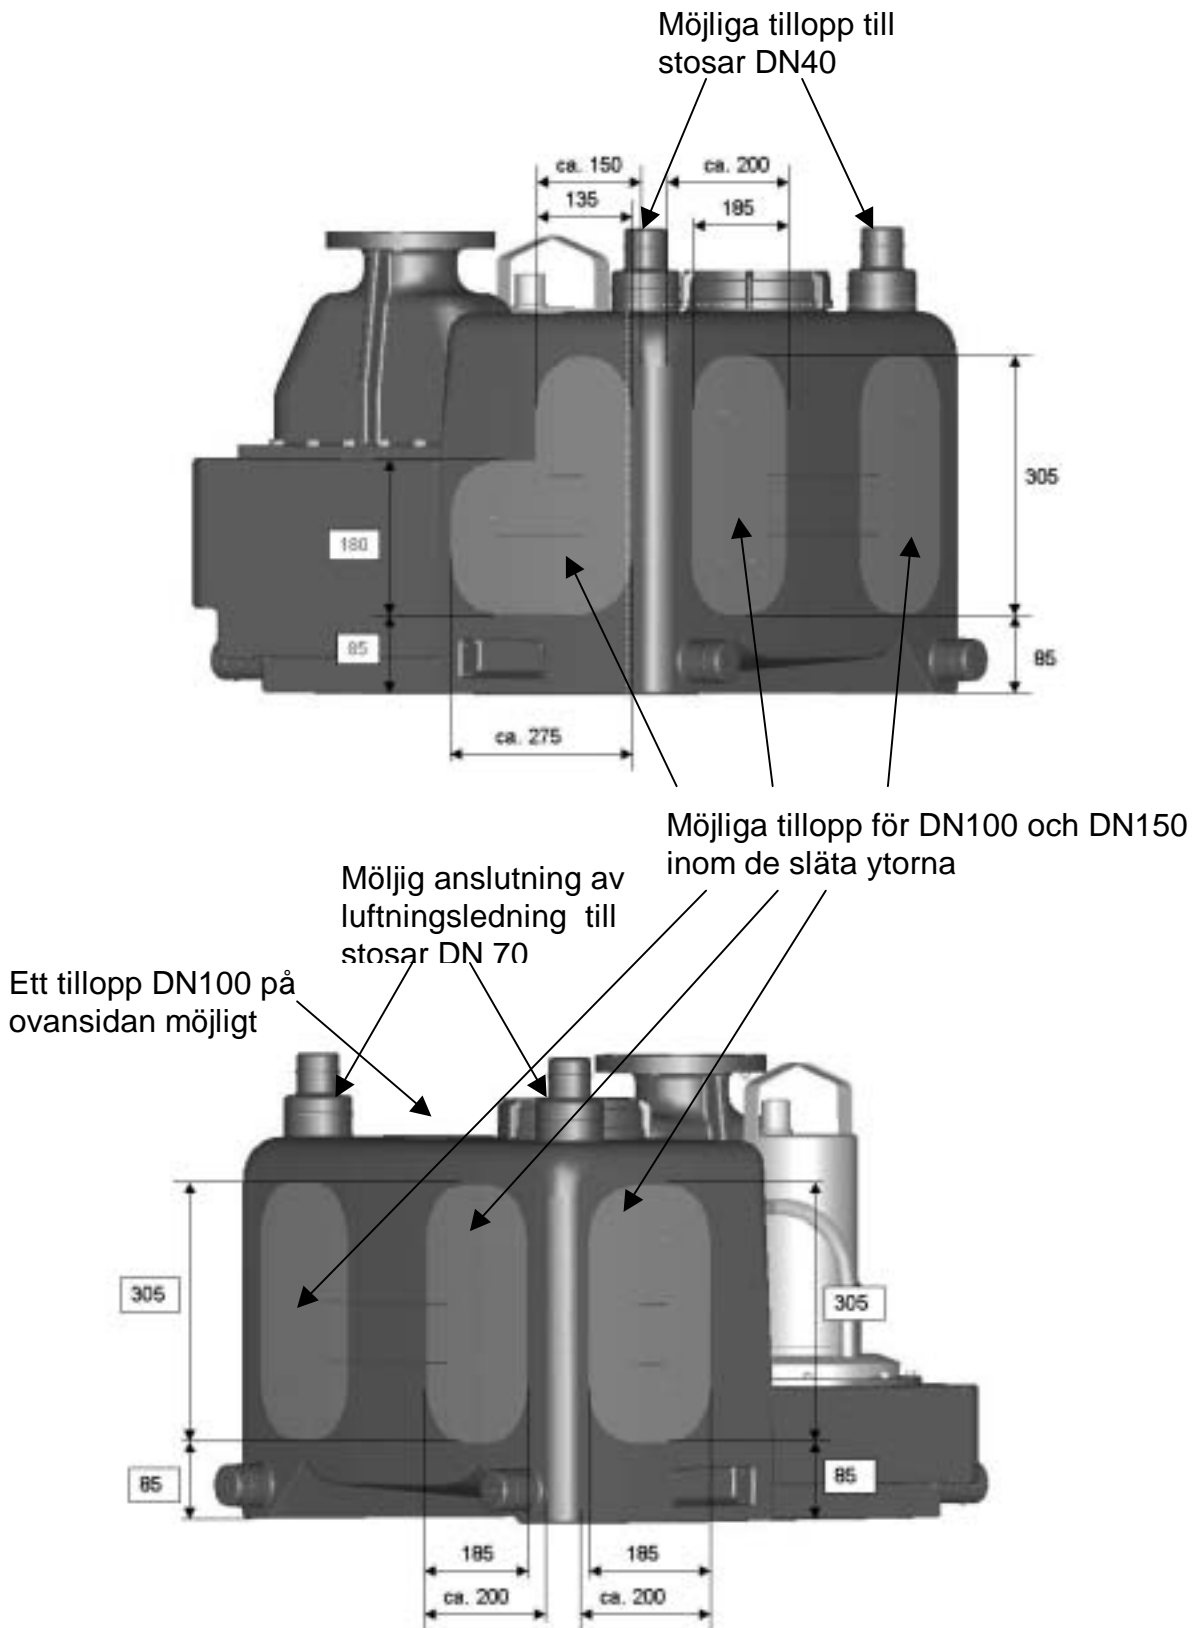

Bild 7
5.1.2 Anslutningar till tanken (bild 7)
Tillopp via DN100 och DN150 får bara anordnas inom de ytor som markerats på tanken (slät yta), respektive de punkter som anges i bild 7. Det hål som skärs med hålsågen måste ligga **helt innanför** den markerade ytan.
WARNING! Om tilloppsledningen ansluts utanför de markerade ytorna (bild 7) kan otäthet och funktionsstörningar uppstå!
- Placera hålet så att det ligger helt innanför de markerade ytorna (bild 7).